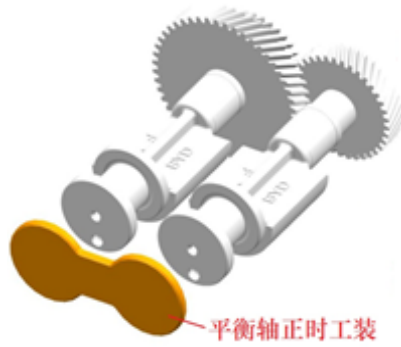

图 13.3
- 4、 用平衡轴正时工装（见附表 A）将主、从平衡轴定位在正时位置，如下图 13.3 所示。